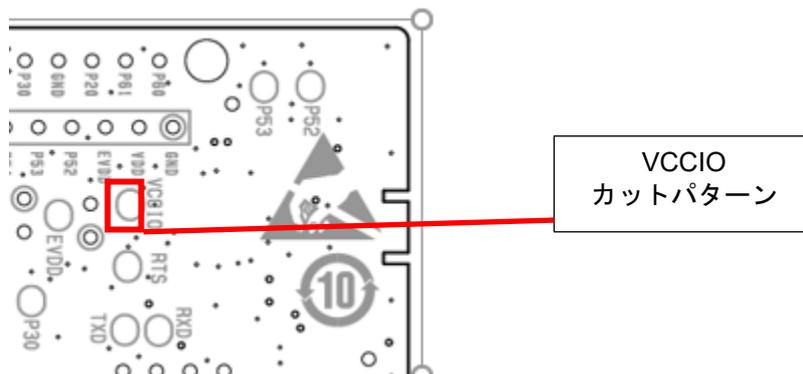

図 5-11：VCCIO カットパターン位置
電流測定ヘッド (J18) 間に電流計を挿入し電流測定します。評価 MCU 以外での消費を抑えるためカットパターン (VCCIO) をカット (図 5-11 参照)、LED は消灯した状態で計測ください。
USB を接続せずに使用される場合には、本カットパターン（VCCIO）をカットしてご使用ください。カットパターンの位置を図 5-11 に示します。また J15 ヘッダ（ヘッダ部品は未実装）はオープンとしてください。
*4:USB 給電を行わない場合は、J15 オープンとし、カットパターン VCCIO をカット (図 5-11 参照) してご使用ください。